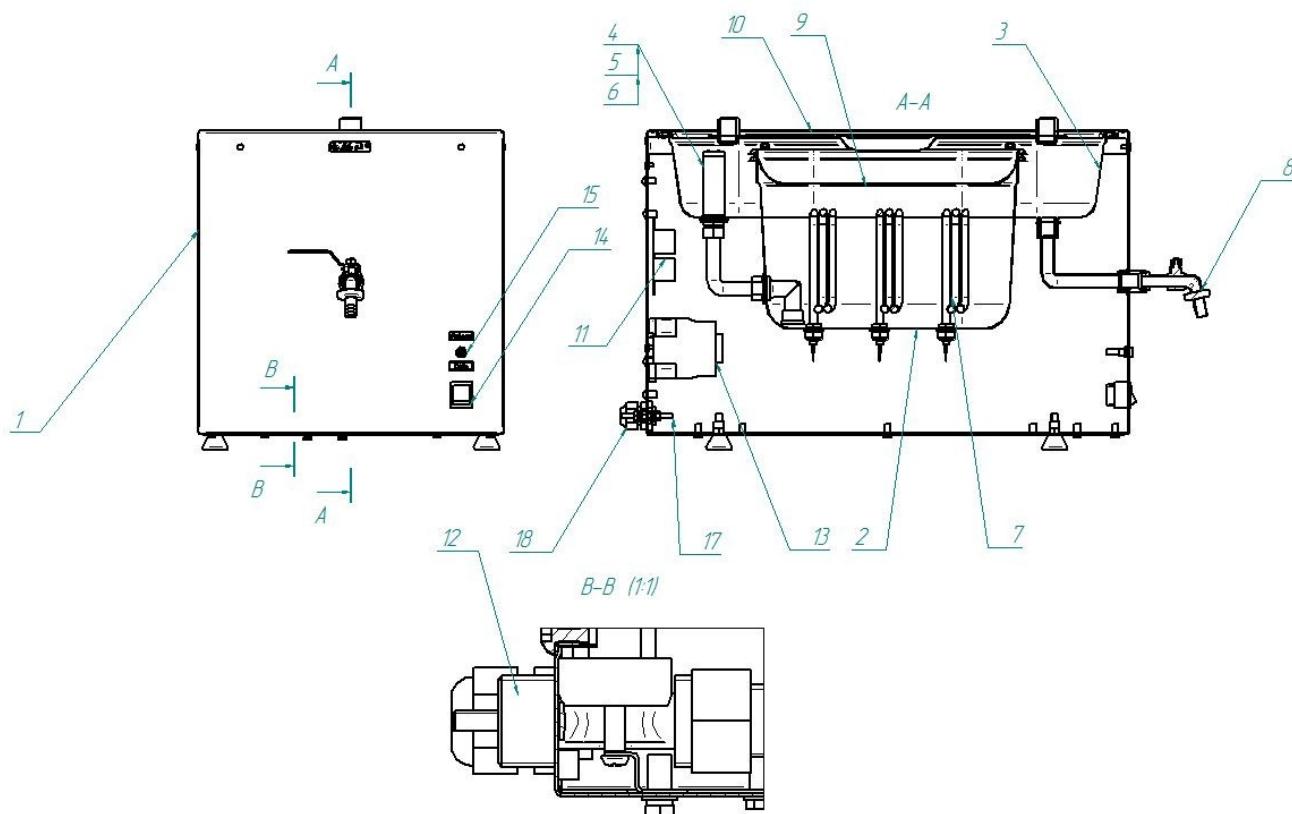

Рисунок 1 Устройство кипятильника
- подключите кипятильник к системе водоснабжения (рис. 1 поз. 19) – 3/4 (наружная резьба). Подключение к системе водоснабжения должно быть осуществлено через запорную арматуру. Вода, используемая при изготовлении кипятка должна иметь рН от 5 до 7 и соответствовать техническим требованиям СанПиН-2.1.4.559-96;
- используя гибкий шланг, внутренний диаметр гибкого шланга должен быть (не менее) 17 мм, кипятильник подключите к системе канализации (рис. 1. поз. 20);